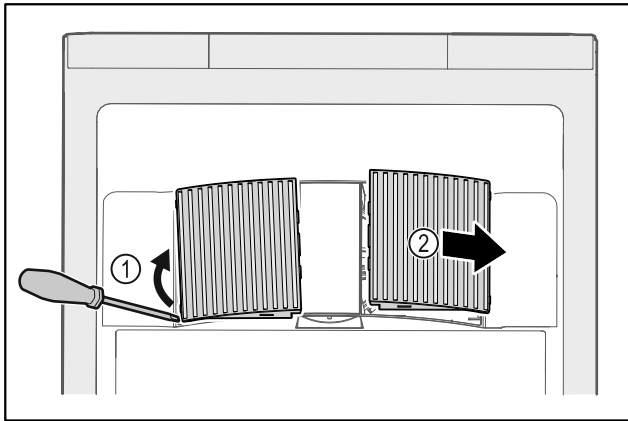

Fig. 179
- ▶ Αναμοχλεύστε προσεκτικά από το πλάι τα καλύμματα του ανεμιστήρα Fig. 179 (1) και αφαιρέστε τα προς τα εμπρός Fig. 179 (2).